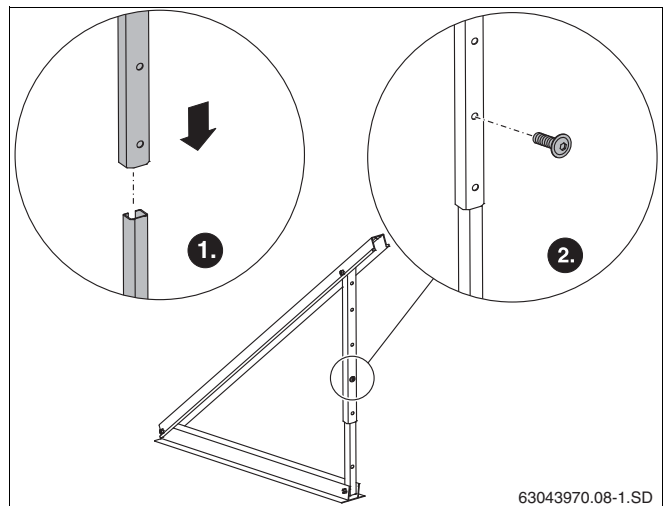

Fig. 11 Forbindelse af teleskopskinnerne
- ▶ Sæt teleskopskinnerne ind i hinanden, og fastgør dem med skruen M8 × 20 (fig. 11).